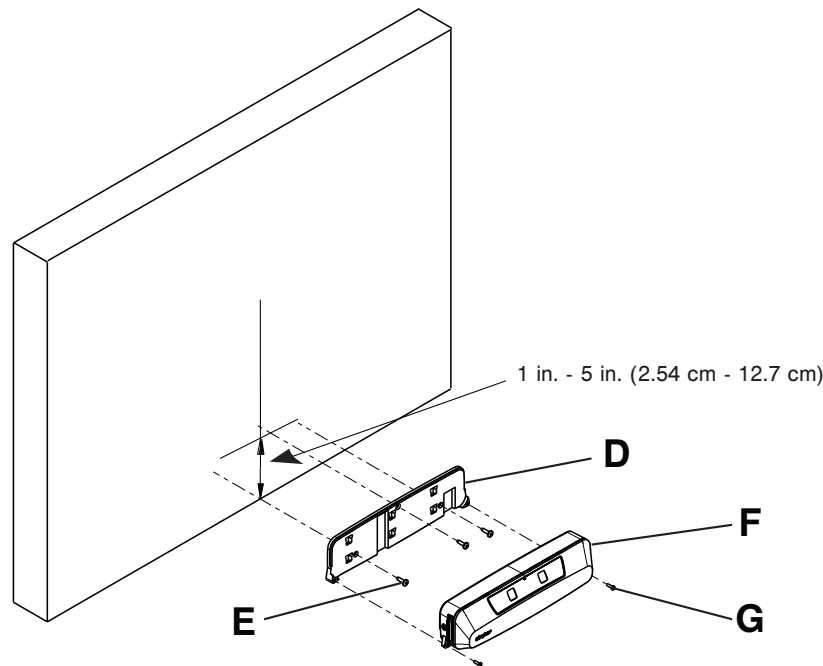

Figura 3 – Especificaciones de montaje
5. Con una cinta métrica y un lápiz, marque el centro previsto de la ubicación de la cama (línea vertical) (Figura 3).
6. Centre la placa de montaje en la línea vertical realizada en el paso 5 y monte dicha placa de forma que la superficie inferior se encuentre a una distancia máxima de 1 in (2,54 cm) del suelo (Figura 3).
7. Ponga un nivel en la parte inferior de la placa de montaje (D) y asegúrese de que la parte inferior de esta (D) está en posición horizontal cuando la coloque en las marcas de referencia que ha hecho en los pasos 5 y 6 (Figura 3).
8. Con un lápiz, marque los agujeros de los tres tornillos en la placa base (D).
9. Utilice la herramienta adecuada con las fijaciones suministradas por el hospital (E, no incluidas) para fijar la placa de montaje (D) a la pared (Figura 3).
10. Acople el Secure Connect (F) a la placa de montaje (D) (Figura 3).
11. Con un destornillador Phillips del n.º 2, fije el Secure Connect (F) a la placa de montaje (D) con los dos tornillos suministrados (700001126359) (G) (Figura 3).